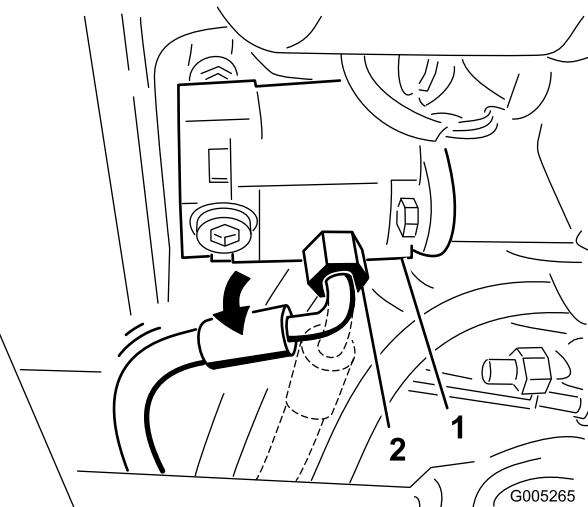

Figure 84
37. Desserrez le raccord du flexible de pression sur la pompe et tournez-le de 45 degrés vers l'arrière de la machine (Figure 84).
**Remarque:** La Figure 84 est une vue de sous le groupe de déplacement.